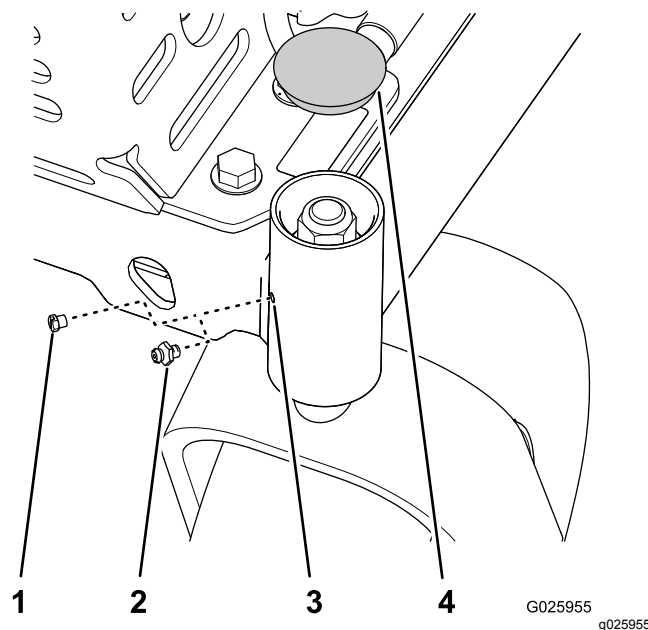

Figure 32
1. Déposez le capuchon et le bouchon hexagonal au sommet du pivot de la roue pivotante (Figure 32).
2. Vissez le graisseur dans le trou (Figure 32).
3. Injectez de la graisse dans le graisseur jusqu'à ce qu'elle ressorte autour du roulement supérieur (Figure 32).
4. Déposez le graisseur et reposez le bouchon que vous avez retiré à l'opération 1 (Figure 32).
5. Reposez le capuchon que vous avez déposé à l'opération 1 (Figure 32).